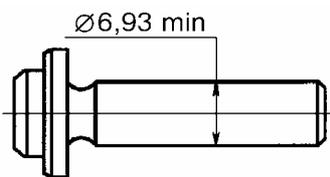

Рис.8. Редукционный клапан 2101-1011090
3.2.4 Редукционный клапан **2101-1011090** (рис.8).